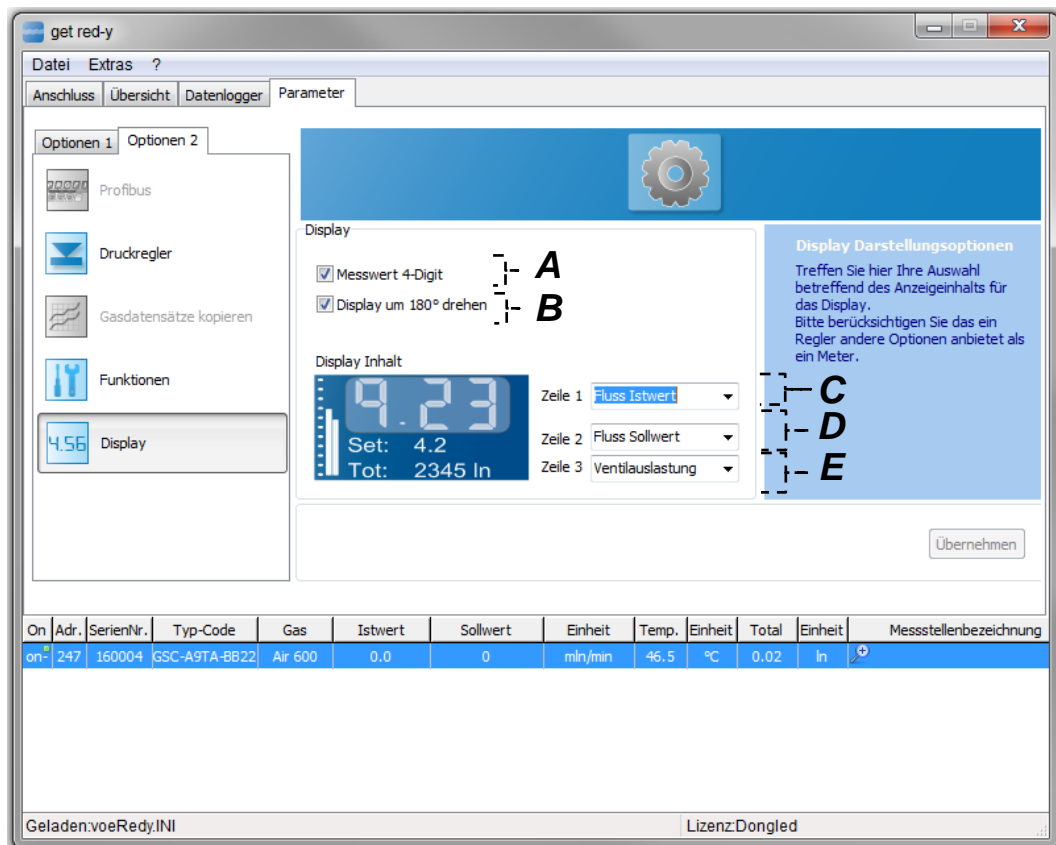

Abbildung 38 : Einstellung des Display.
- C. Zeile 1:** In der obersten Zeile des Displays können die Istwerte des Gerätes angepasst werden. Die oberste Zeile wird hervorgehoben, wenn die Funktionen der Zeile 1 angewählt sind (siehe Abbildung 38).